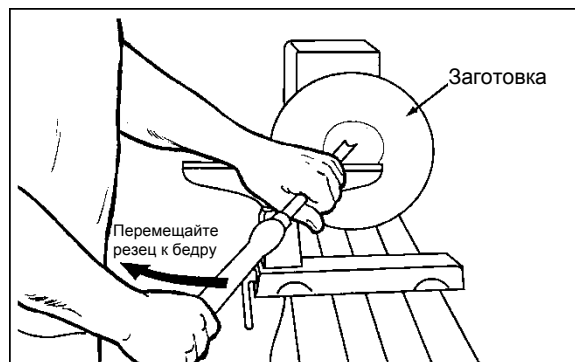

Рисунок 39
5. Поместите 13 мм резец для чаш на подручник в центре заготовки так, чтобы желобок был повернут к верхней точке чаши. Рукоятка должна быть расположена под углом 30° к горизонту, как показано на Рис. 39.
- 6.левой рукой контролируйте режущий край резца, в то время как правая рука подтягивает ручку инструмента по направлению к туловищу (Рис. 39). Желобок резца должен двигаться от вершины наружного края чаши, поворачиваясь вверх так, чтобы сместиться вглубь чаши, для получения гладкой изогнутой поверхности. По мере заглабления резца в заготовку постепенно поворачивайте его к краю. Возможно, придется повернуть подручник после углубления заготовки.